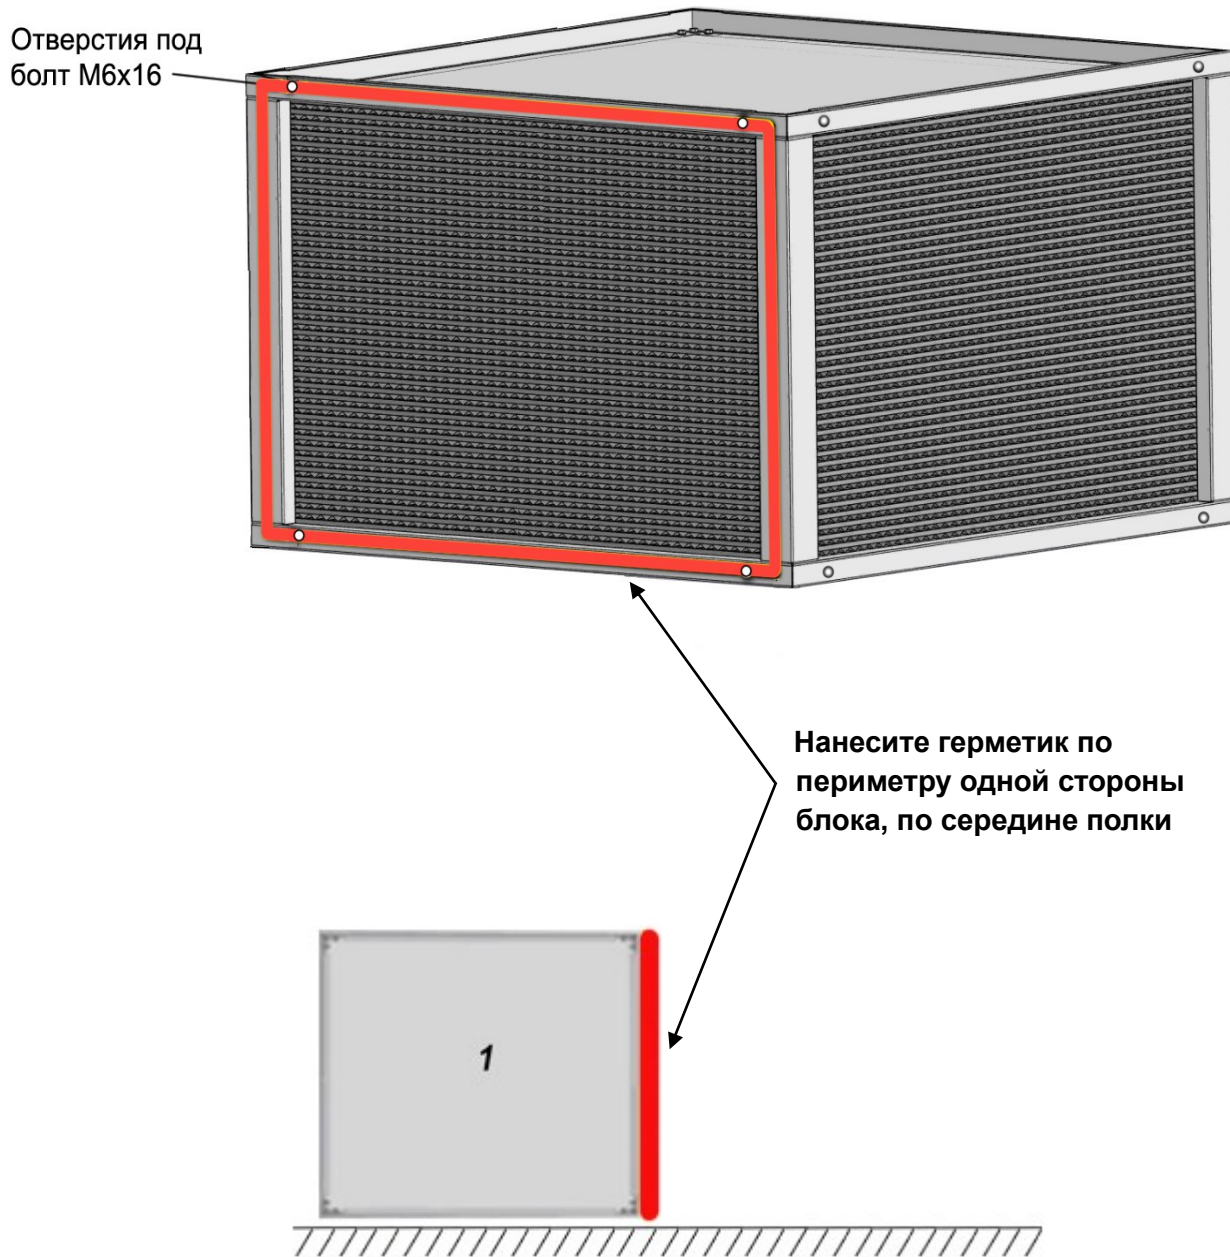

Рисунок 5 – Подготовка блока 1 к сборке
2.1.1 Начните с блока 1. Установите его на твердую и чистую поверхность и нанесите герметик согласно схеме (рисунок 5).